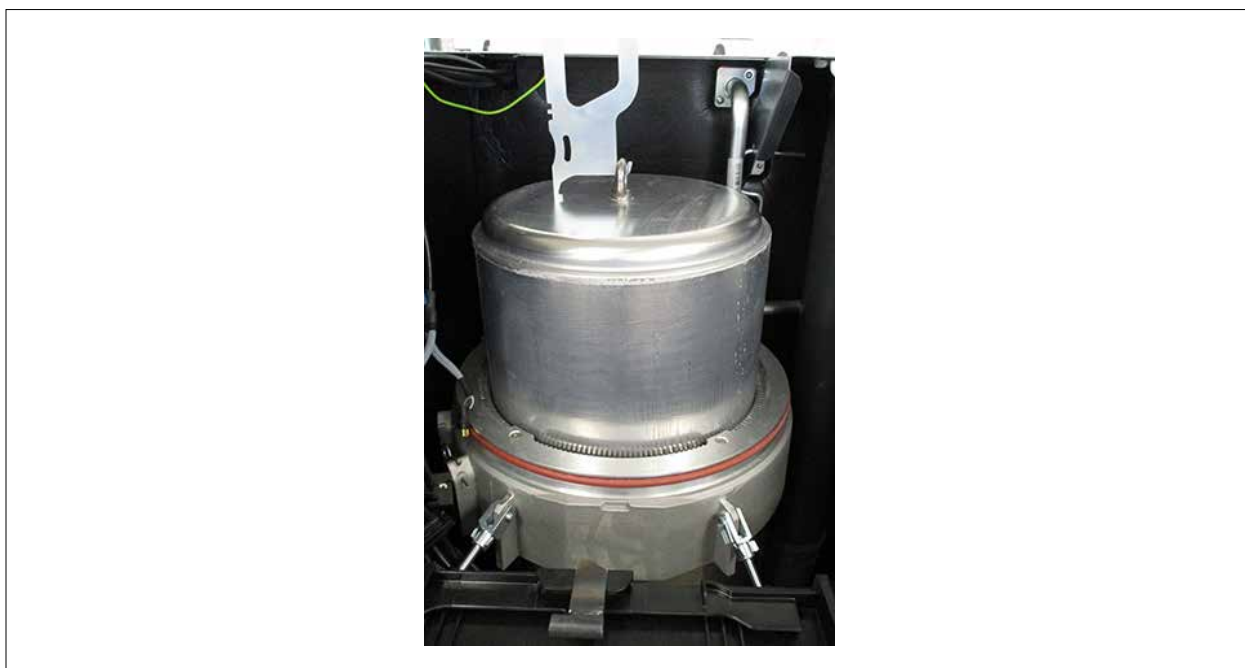

Рис. 5.18 Извлечь нижний вытесняющий элемент.
- ▶ Установить нижний вытесняющий элемент (Рис. 5.18).